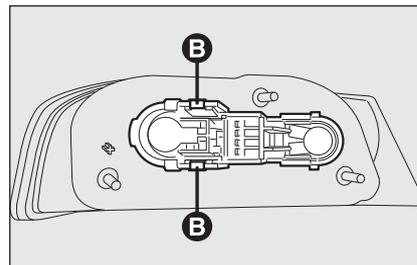

fig. 39
- estrarre il gruppo portalampade agendo sulle linguette di ritegno **B-fig. 39**;
- reinserire il gruppo portalampade fissandolo correttamente in posizione mediante le linguette di ritegno **B-fig. 39**;